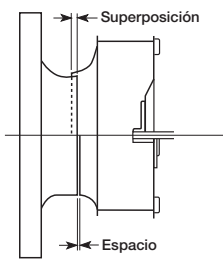

Figura 2
- 1. Gire la rueda con la mano para asegurarse de que no haya fricción y que gire libremente. Es posible que se produzcan movimientos durante el envío y que sea necesaria una realineación. Consulte la Figura 2 y la tabla junto a ella para ver las dimensiones apropiadas de superposición o espaciado.
4. La rueda está alineada incorrectamente	4. Centre la rueda en la entrada, como se muestra en la Figura 2.